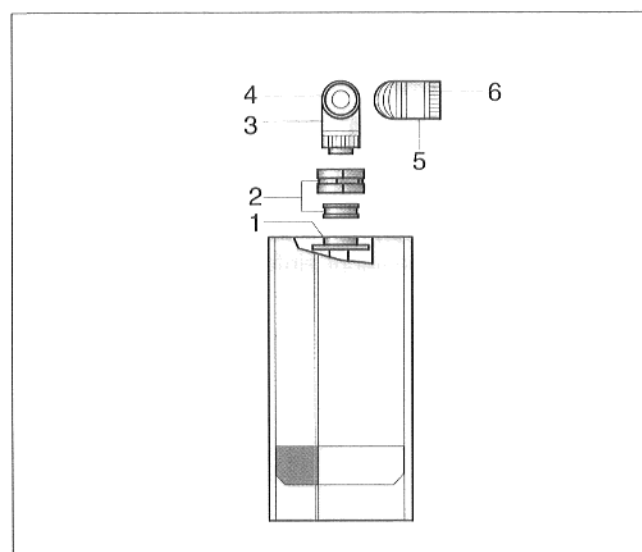

Abb. 20 Montage Kesselanschluß
- Silikonmanschette und Klemmband (Abb. 20, Pos. 2) über den Abgasadapter (Abb. 20, Pos. 1) schieben.
- Konzentrischen Bogen (Abb. 20, Pos. 3) auf den Abgasadapter aufstecken und Verbindungsstelle mit Silikonmanschette und Klemmband verschließen.
- Beide Silikondichtungen (Abb. 20, Pos. 4) im konzentrischen Bogen leicht einfetten.
- Zweiten konzentrischen Bogen (Abb. 20, Pos. 5) auf den ersten aufstecken.
- Beide Silikondichtungen (Abb. 20, Pos. 6) im zweiten konzentrischen Bogen leicht einfetten.